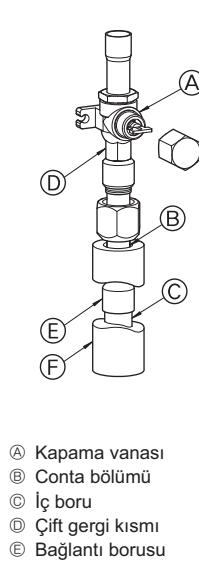

Fig. 4-3
③ Gaz boruları bağlantısı için aşağıdaki yöntemü kullanın. (Fig. 4-3)